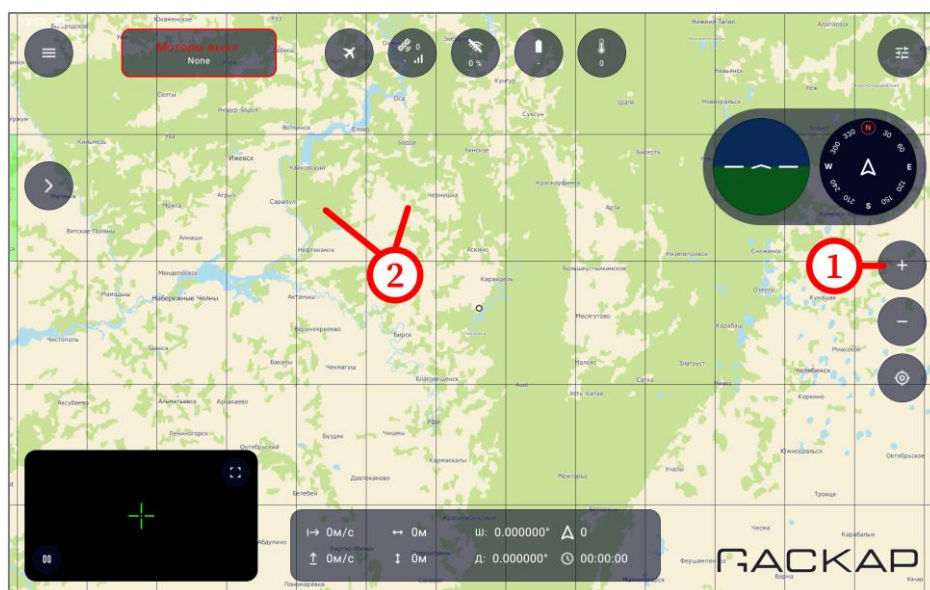

Рисунок 33 – Загрузка высот
- увеличить масштаб карты по нажатию кнопки , расположенной в правой части окна (рисунок 33, шаг 1);
- выполнить нажатие по нескольким прямоугольным зонам (кроме зон областей, расположенных выше Санкт-Петербурга) – рисунок 33, шаг 2;